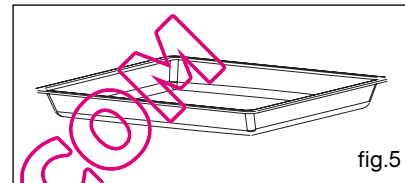

fig.5
- **Bandeja multiusos 45 mm (fig.5)**